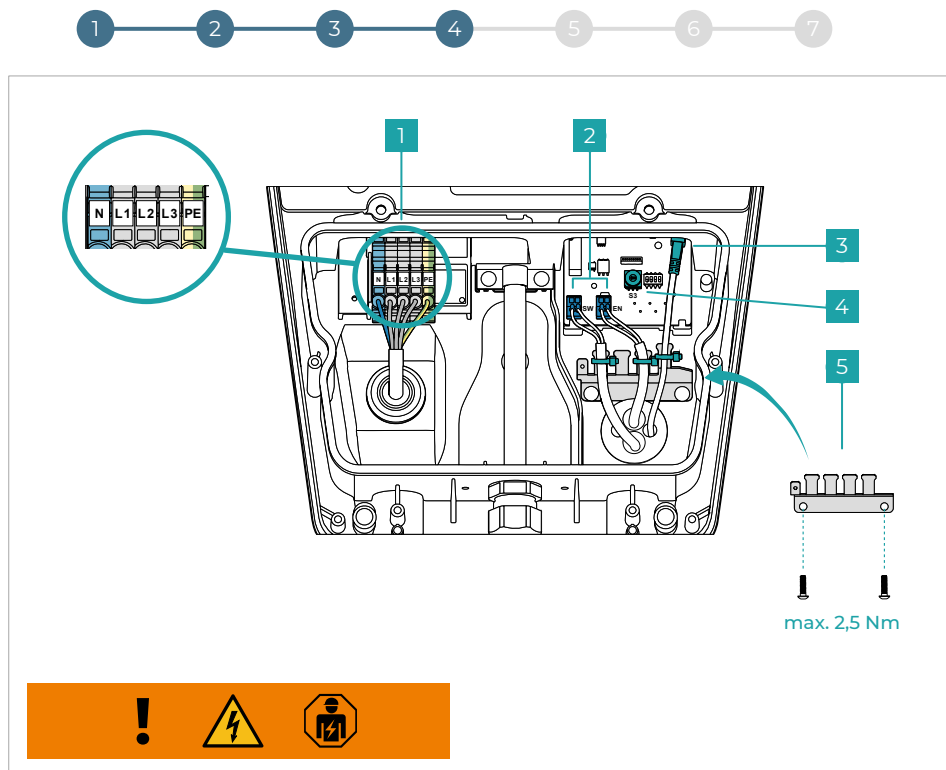
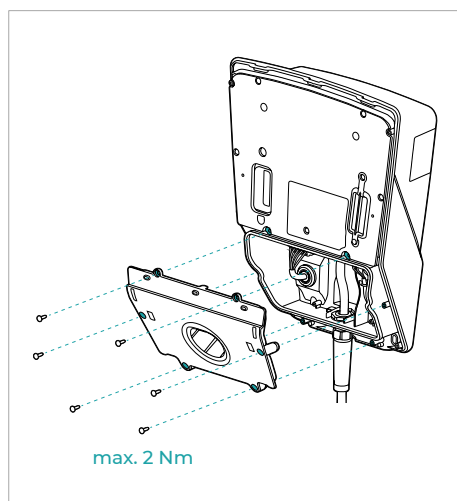

Fig. 6
Fig. 7
Opțional, la interfața internă poate fi conectat un dispozitiv de blocare extern (de ex. întrerupător cu cheie) (fig. 6 - nr. 2 - interfața EN).
- Pregătiți un cablu de alimentare de la rețea corespunzător (\varnothing 10 - 20 mm // max. 5*6 mm²) și conectați-l conform reprezentării din **fig. 6 - nr. 1**. Figura ilustrează racordul la rețea trifazică. Pentru a conecta sistemul de încărcare la rețea cu o singură fază, utilizați conductorii N, L1 și PE.
- Cu ajutorul comutatorului rotativ S3 configurați curentul de încărcare maxim între 6 A și 16 A, conform reprezentării din **fig. 6 - nr. 4**.
- Opțional: Pregătiți cablurile de date (Digital-In (EN) / Out (SW) și LAN) și conectați-le după cum se arată în **fig. 6 - nr. 2 și 3**. Pentru a conecta un dispozitiv de blocare extern prin intermediul cablului Digital-IN, îndepărtați în prealabil puntea pentru cabluri.
Montați dispozitivul de detensionare după cum se arată în **fig. 6 - nr. 5** și fixați cablurile de date cu bride pentru cabluri. Montați capacul inferior al sistemului de încărcare conform reprezentării din **fig. 7**.
Sistemul de încărcare poate fi securizat împotriva utilizării neautorizate prin intermediul unui dispozitiv de blocare extern (de exemplu, întrerupător cu cheie). Atunci când se solicită procesul de încărcare, are loc o verificare pentru a determina dacă există o blocare externă. Utilizați pentru aceasta interfața de date EN, conform reprezentării din fig. 6 - nr. 2.